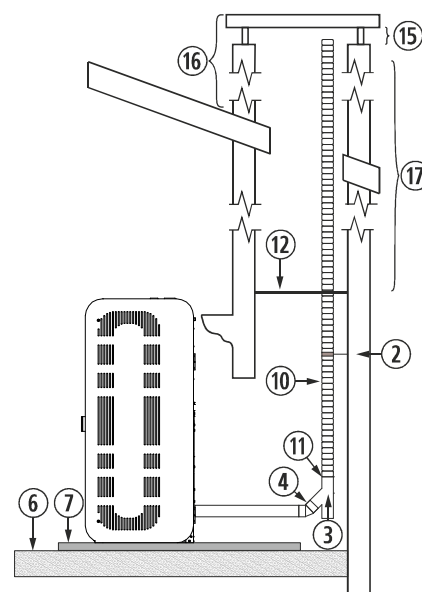

Figura 7
4.26. L'installazione di una stufa ad incasso in un caminetto può essere realizzata in completa totalità in un tubo flessibile, così come è indicato nella *figura 7*. Dobbiamo prestare speciale attenzione al momento di realizzare l'isolamento tra il caminetto e il tubo di fuoriuscita di gas per evitare possibili arretramenti di gas in caso di tormenta.
②	Collare di fissaggio in acciaio inox.
③	Giunto a "T" a 135° con filtro.
④	Curva a 45°.
⑥	Pavimento in legno.
⑦	Protezione non infiammabile.
⑩	Tubo in acciaio inossidabile flessibile.
⑪	Manicotto d'unione tra flessibile e rigido.
⑫	Isolante anti -arretramento.
⑮	Minimo 200mm.
⑯	Deve superare di 1 metro il tetto.